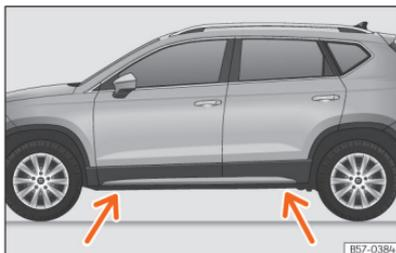

Abb. 224 Aufnahmepunkte für den Wagenheber.
- Suchen Sie am Längsträger die Markierung des Wagenheberaufnahmepunktes (Eindrückung), die dem zu wechselnden Rad am nächsten liegt >>> [Abb. 224].